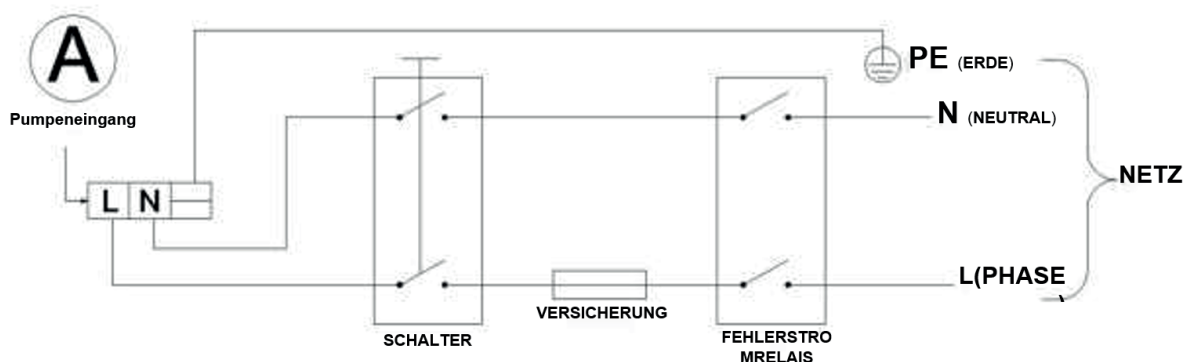
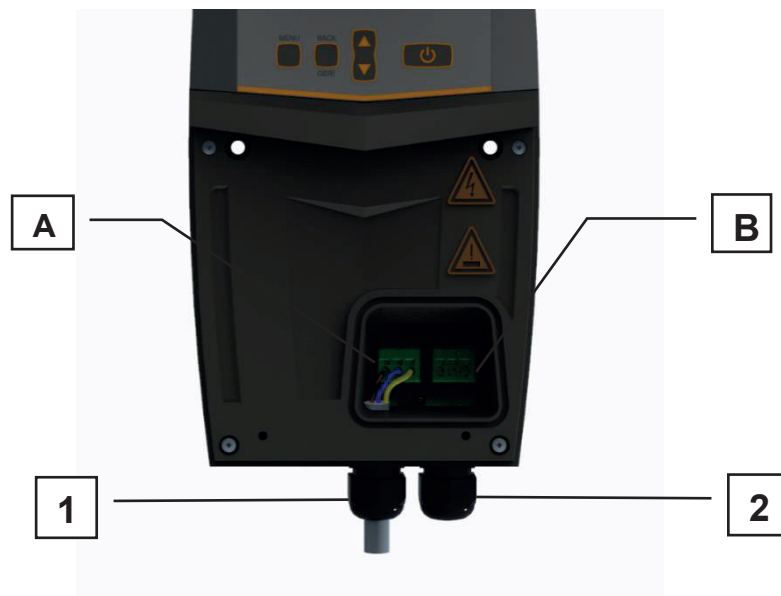

Abbildung 6.7: Elektrische Anschlüsse
Abbildung 6.9: Kabelverschraubungen
Figure 6.7 zeigt ein Schaltbild mit den elektrischen Anschlüssen:
5. Netzkabel durch Kabelverschraubung Nr. 1 ziehen. Siehe Figure 6.9.
6. Netzkabeladern an Buchse A (siehe Figure 6.9) anschließen wie in Figure 6.7.